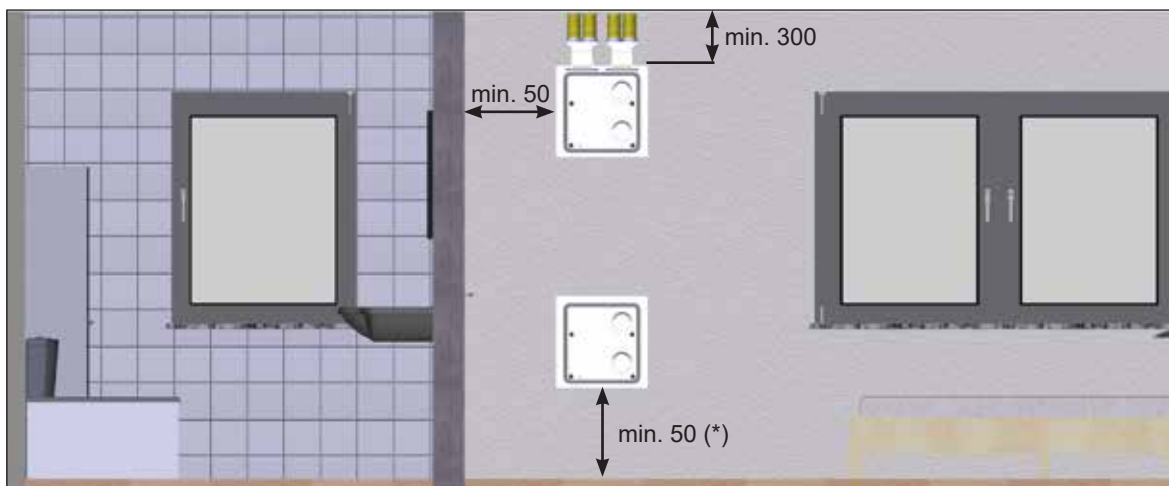
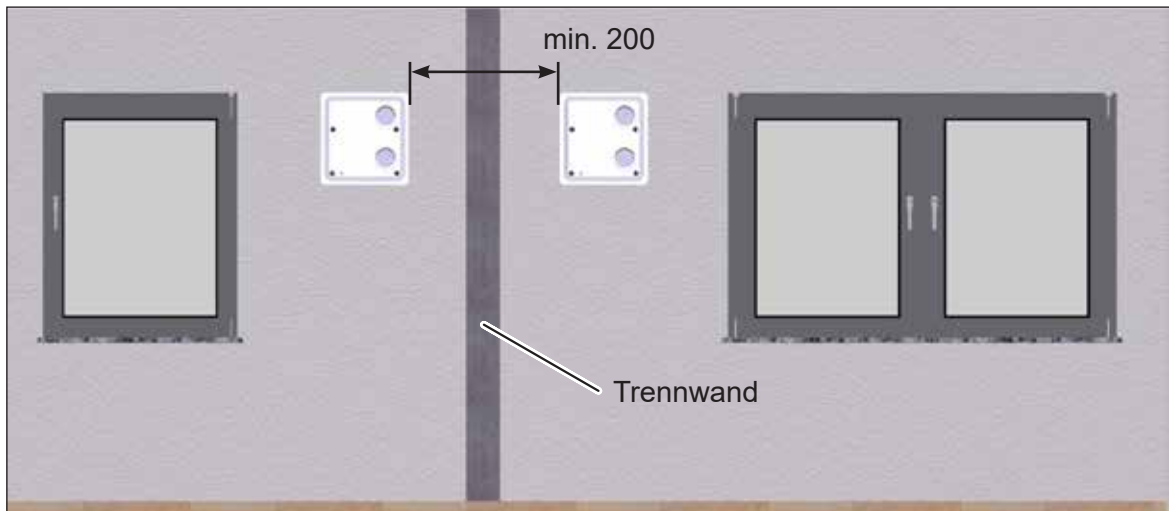

Abb. 5: Mindestabstände und Positioniermöglichkeiten des Montagesets M-WRG-M/MB-FR75/1 / FR75/2, Maße in Millimeter
Abb. 6: Seitlicher Mindestabstand zwischen zwei Mauerkästen, Maße in Millimeter
- Das Montageset Unterputz (Mauerkasten) muss so installiert werden, dass die Öffnungen für den Flexrohranschluss nach oben zeigen (siehe Abb. 5).
- ▶ Achten Sie auf folgende Mindestabstände (siehe Abb. 5 und Abb. 6):
- Der Abstand der seitlichen und unteren Mauerkastenkante zu angrenzenden Flächen sollte mindestens 50 mm (Ausnahme: bei Verwendung eines Kondensatanschlusses, siehe (*) in Abb. 5 auf Seite 10) betragen. Mit Einhaltung des Mindestabstands lässt sich das Lüftungsgerät leichter bedienen. Ebenso kann der Luftfilterwechsel ohne Beeinträchtigung durchgeführt werden.